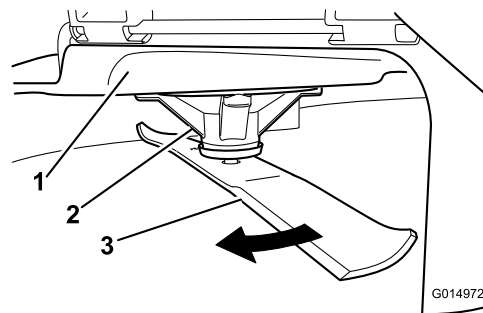

Figure 102
2. Enfilez des gants épais ou utilisez une autre protection adéquate pour les mains, et faites tourner la lame lentement jusqu'à une position permettant de mesurer correctement la distance entre le tranchant et la surface plane sur laquelle se trouve la machine (Figure 102).